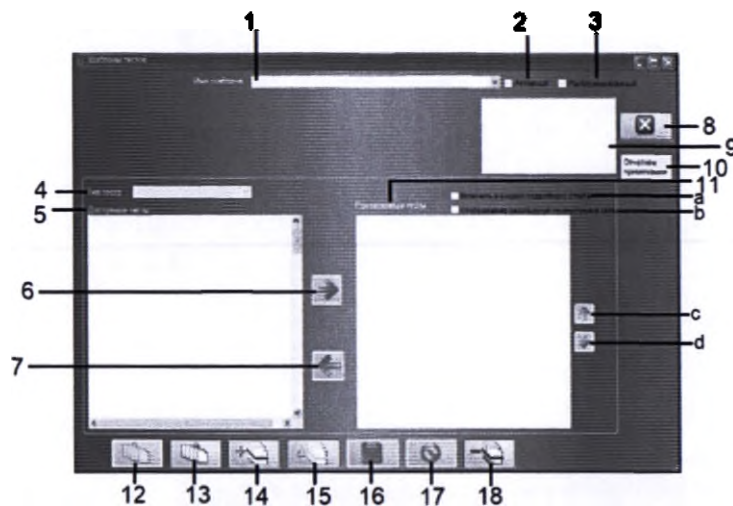

Рисунок 2-3. Шаблоны тестов
A. ЭКРАН ПРОСМОТРА ШАБЛОНОВ ТЕСТОВ (РИСУНОК 2-3)